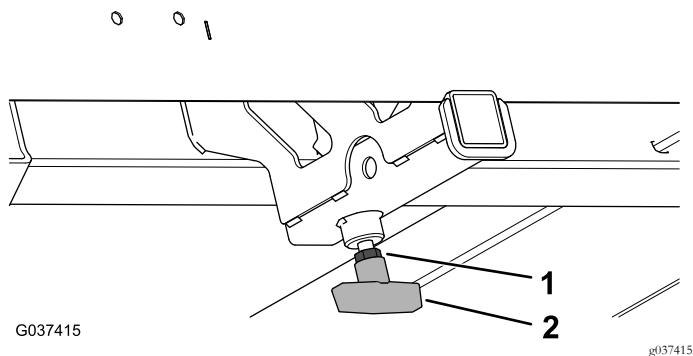

Figura 10
- Serrate il controdado (3/8") completamente contro la maniglia a T (Figura 10).